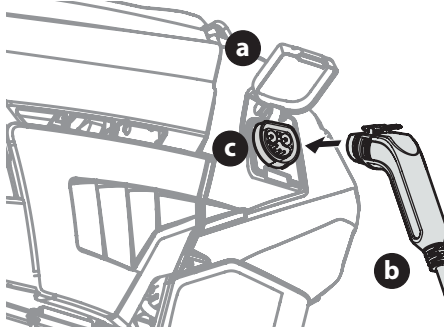

Figura 12
1. Levante la tapa del puerto de carga (a) (Figura 12).
2. Inserte el cable de carga (b) en el puerto de carga (c) (Figura 12).